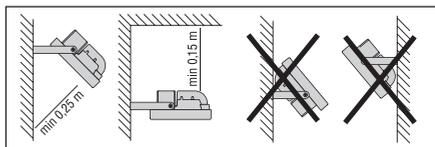

Figura 3
- Durante la instalación, observa las normas establecidas en la Figura 3.